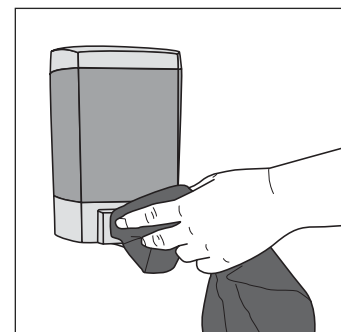

Figure 6
- Le suivi d'entretien régulier doit inclure le nettoyage avec un désinfectant de tous les points de contact sur le distributeur. (Voir Figure 6)